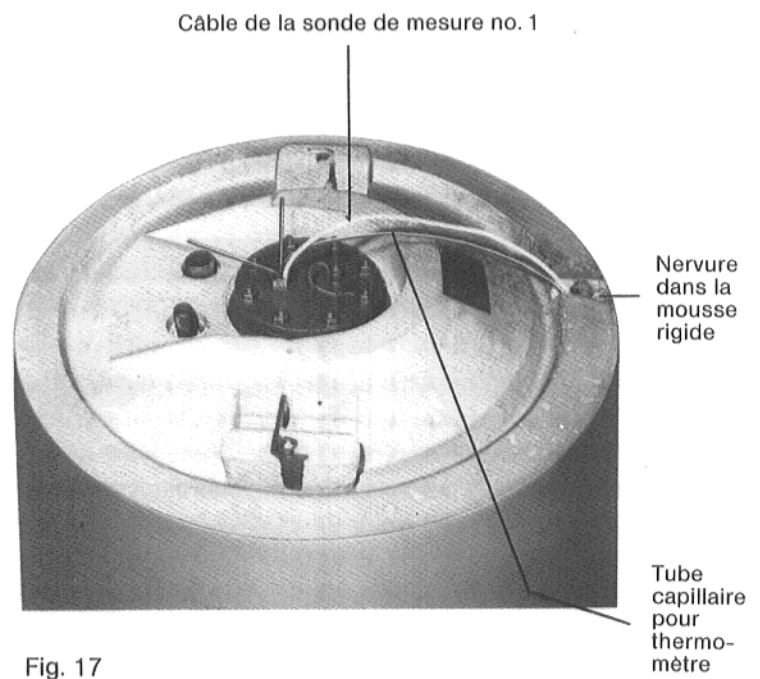

Fig. 17
5. Guider le câble de la sonde de température no. 1 et le tube capillaire pour thermomètre dans la nervure prévue dans la mousse rigide vers le haut jusqu'à la trappe de visite (Fig. 17).
12. Introduire le câble de la sonde de mesure no. 1 et le tube capillaire pour thermomètre avec pièces pleines dans le doigt de gant et bloquer au moyen d'une vis sans tête (Fig. 17).